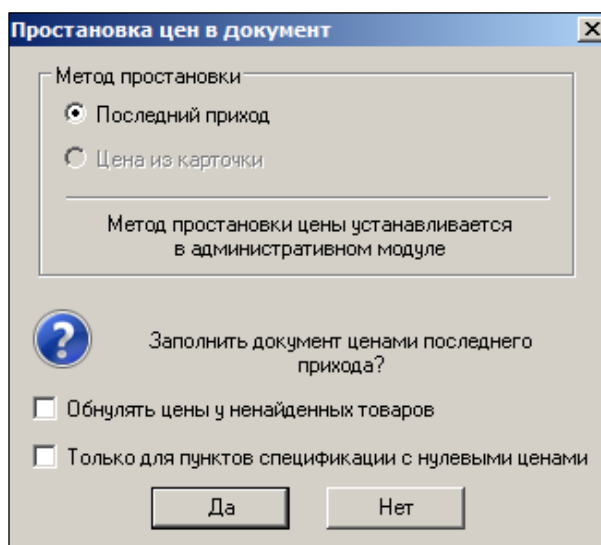

Рисунок 51 – Заполнение «Расходов на производство» ценами
2. В верхней части появившегося окна (см. Рисунок 51) указан *Метод простановки цен*: